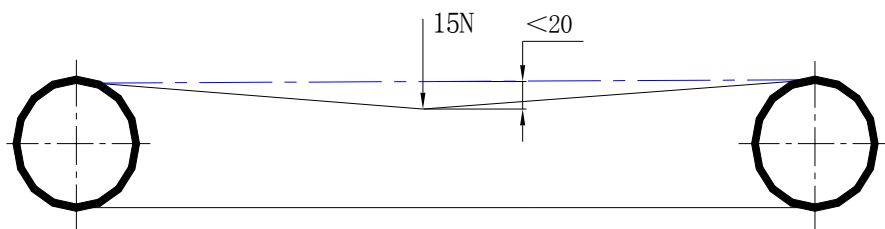

图 4-1 同步带松紧度要求
a) 同步带应定期进行松紧度调整, 同步带松紧度要求见图 4-1。